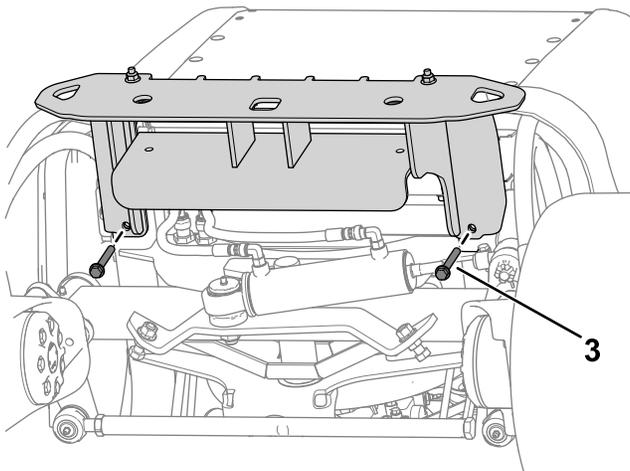

Рисунок 14
- С помощью 4 болтов ( $\frac{3}{8}$  x  $3\frac{1}{4}$  дюйма) и 4 гаек ( $\frac{3}{8}$  дюйма) прикрепите верхнюю часть бампера к раме машины (Рисунок 14).
3. С помощью двух болтов (3/8 x 2 3/4 дюйма) и двух гаек (3/8 дюйма) прикрепите бампер под рамой машины (Рисунок 14).